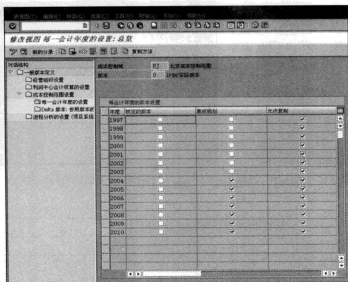

图 5-111 每一会计年度的版本设置
STEP 3 单击左树中的“每一会计年度的设置”选项，右栏中将显示当前成本控制范围每会计年度的版本设置，如图 5-111 所示。在设置中，可以按照年度对每年的版本进行设置。若选择“允许复制”，则每年的版本即可复制上一年度的版本信息。